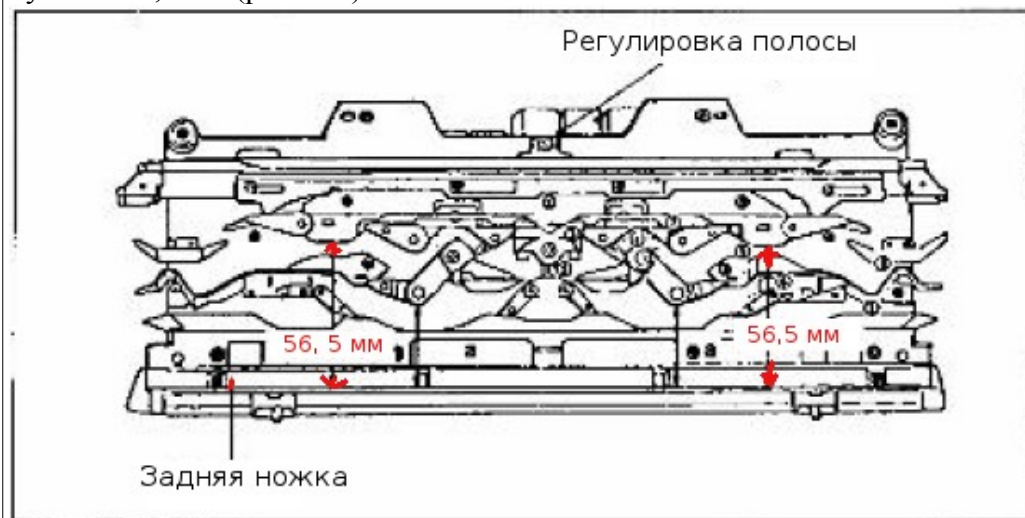

Рис. 5-4
Внимание: Когда диск плотности установлен на 5, длина у вяжущего кулачка 32,5 мм (рис. 5-4).
1. Ослабьте прижимные винты правого и левого направляющих кулачков А и прижимную гайку пластины. Прижмите вновь после регулировки расстояния между направляющим кулачком А и задней ножкой каретки до 56,5 мм. (рис. 5-4).